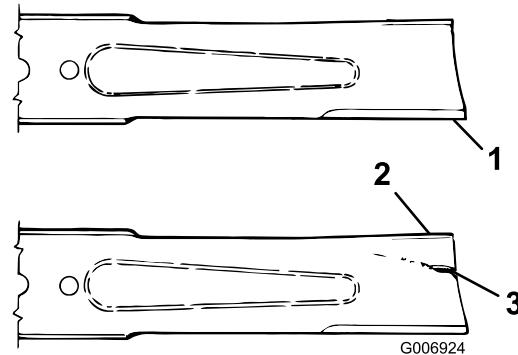

Figura 75
- Examine cuidadosamente as extremidades da lâmina, prestando especial atenção à zona onde se encontram as partes curvas e planas da lâmina (Figura 75). Se verificar que esta zona se encontra desgastada (Figura 75), substitua a lâmina; consulte Retirar a lâmina de corte \(página 62\).